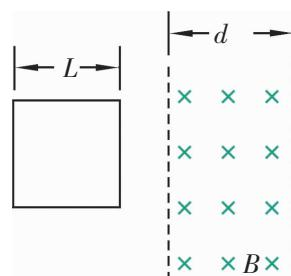

图 1-14
14. 如图 1-14 所示, 边长为 L 的闭合正方形线框的电阻为 R , 以速度 v 匀速穿过宽度为 d 的有界匀强磁场, 磁场方向与线圈平面垂直, 磁感应强度为 B .